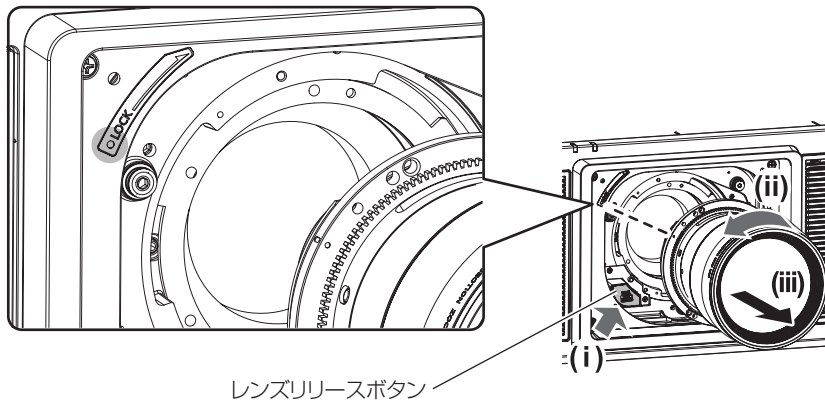

図 1
2) レンズリリースボタンを押しながら投写レンズを反時計方向に回し、抜き取る（図 1）